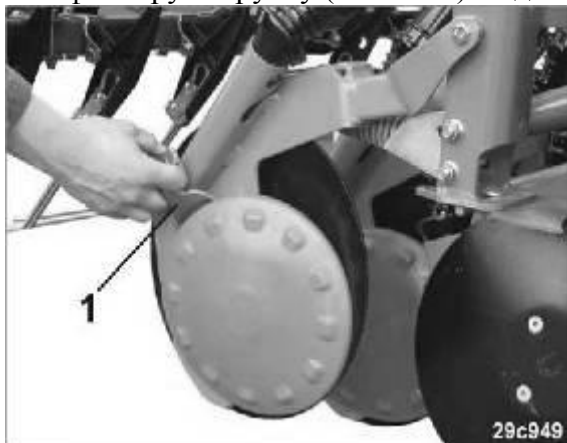

Рис.80
1. Зафиксируйте ручку (Рис. 80/1) в одном из трёх положений.